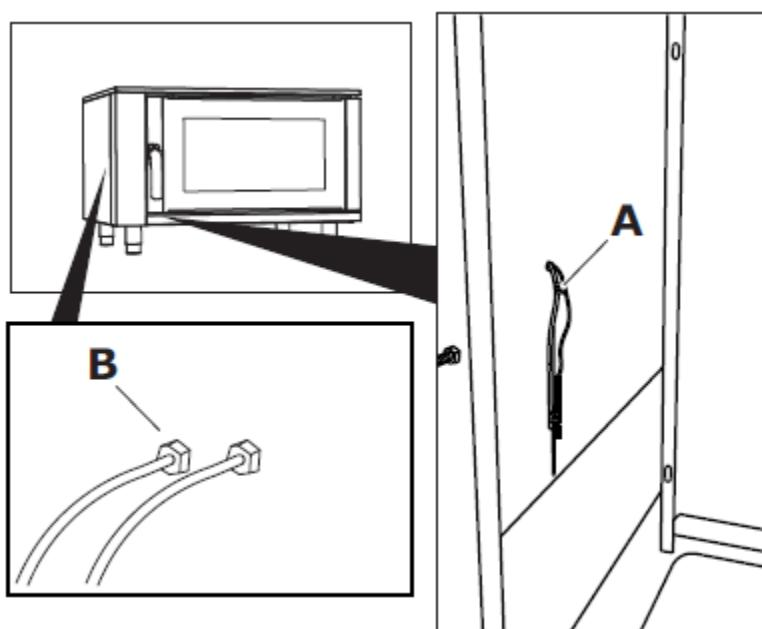

Рисунок 8.
- Открутите небольшие крючки ламп внутри камеры печи (рисунок 8а);
- Открутите сальник, если он имеется (рисунок 8б), отсоедините провода и открутите винты, фиксирующие защитный термостат, и винты рабочего термостата, который расположен за панелью управления.